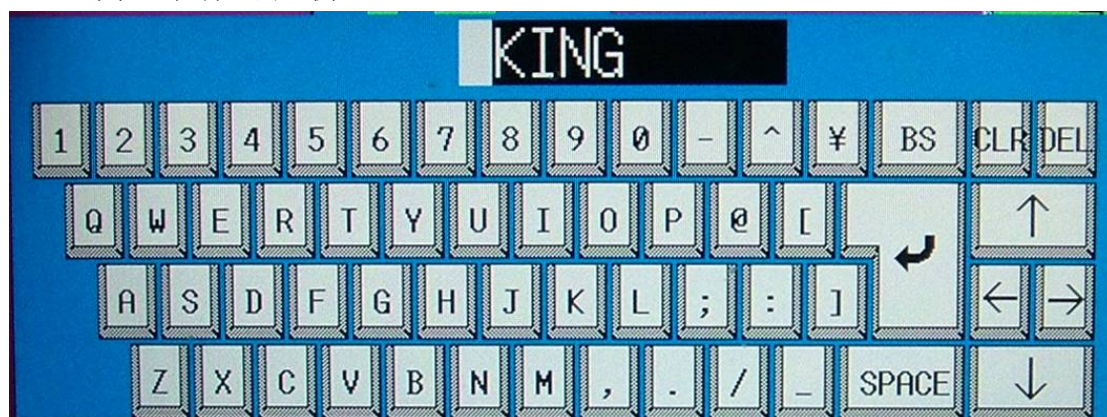

图 4-7 符盘
4.7.4.2 符盘（见图 4-7）
① 符盘的组成
* 在“参数设置”画面上，分别触摸“产品批号”和“产品代号”键，画面都会出现“符盘”画面（见图 4-7）。